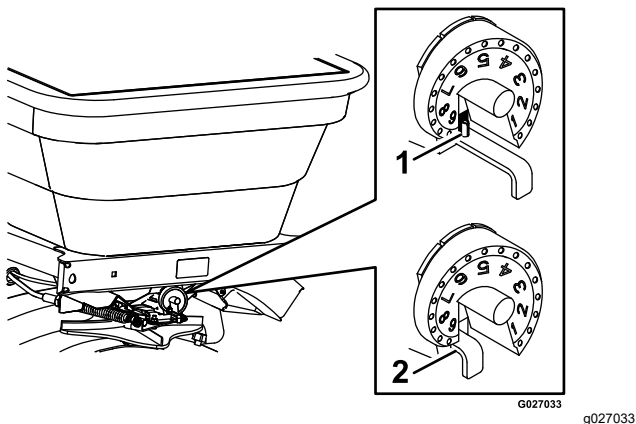

Figura 49
- A. Tire hacia fuera de la varilla de la compuerta de dosificación (Figura 49).
- B. Gire la leva del dosificador hasta que la ranura esté alineada con la varilla (Figura 49).
- C. Empuje la varilla hacia dentro (Figura 49).